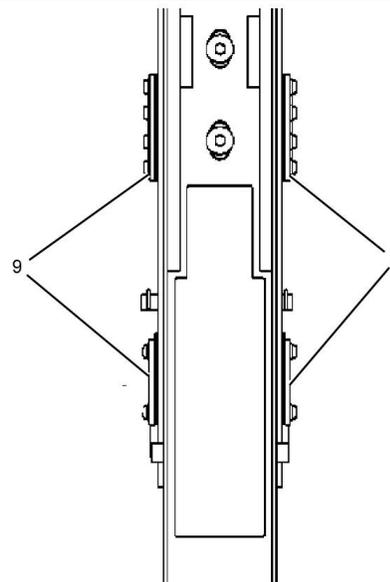

Рисунок 9
5. С помощью измерительного щупа (0.25 mm (0.0098 inch)) проверьте зазор износных накладок с обеих сторон. С одной стороны не должно быть зазора между внутренним ползуном и лицевой поверхностью накладки (9). С другой стороны зазор (8) должен составлять не более 0.25 mm (0.0098 inch). См. рис. 9.